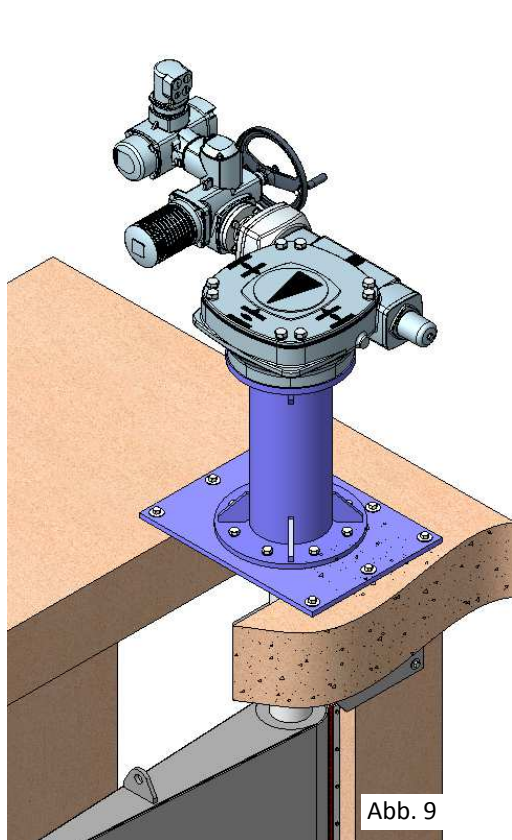

Abb. 9
- Nachdem sich die Achse in ihrer Aufnahme befindet, Grundplatte und Säule mit dem gesamten Antriebssystem anbringen (Abb. 9).